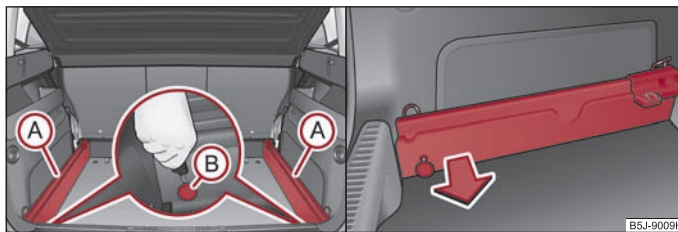

Abb. 63 Gepäckraum: Sicherungspunkte lösen / Tragschienen herausnehmen
- Lösen Sie den Sicherungspunkt (B) an den Tragschienen mit dem Fahrzeugschlüssel bzw. mit einem flachen Schraubendreher ⇒ Abb. 63.
- Fassen Sie die Tragschiene (A) ⇒ Abb. 63 rechts und nehmen Sie diese durch Ziehen in Pfeilrichtung heraus. Beim Ausbauen der Tragschiene auf der anderen Seite des Gepäckraums gehen Sie auf gleiche Weise vor.